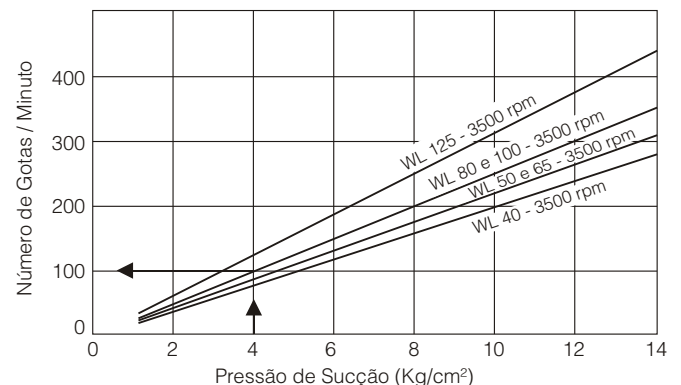

Fig. 24 - Número de gotas aproximado
- f) Ajustar o engaxetamento apertando-se as porcas do aperta gaxeta cerca de 1/6 de volta. Como todo engaxetamento recém-executado requer certo período de acomodação, o mesmo deve ser observado nas primeiras 5 a 8 horas de funcionamento e em caso de vazamento excessivo apertar as porcas do aperta gaxeta cerca de 1/6 de volta a mais. **Durante o funcionamento todo engaxetamento deve gotejar** (para número de gotas aproximado vide Fig. 24). Tendo as gaxetas atingido o estágio de acomodação bastará um controle semanal.